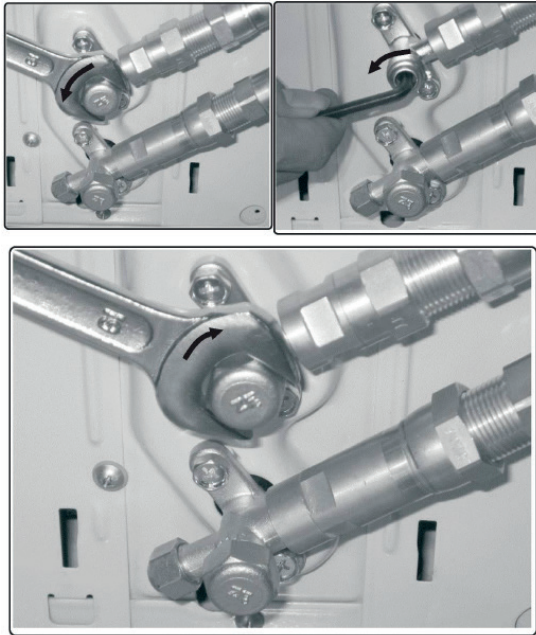

Fig. 6.5
5. Verwijder nu het deksel van de bovenste klep met een 19 mm steeksleutel. Open de klep door ze zo ver mogelijk in tegenwijzerzin te draaien met een 5 mm inbussleutel. De klep staat nu open. Als de klep niet volledig wordt geopend, kan het systeem slecht werken en worden beschadigd. Schroef het deksel terug op de bovenste klep en zet het goed vast om ervoor te zorgen dat het goed afdicht. Zie Afb. 6.5.